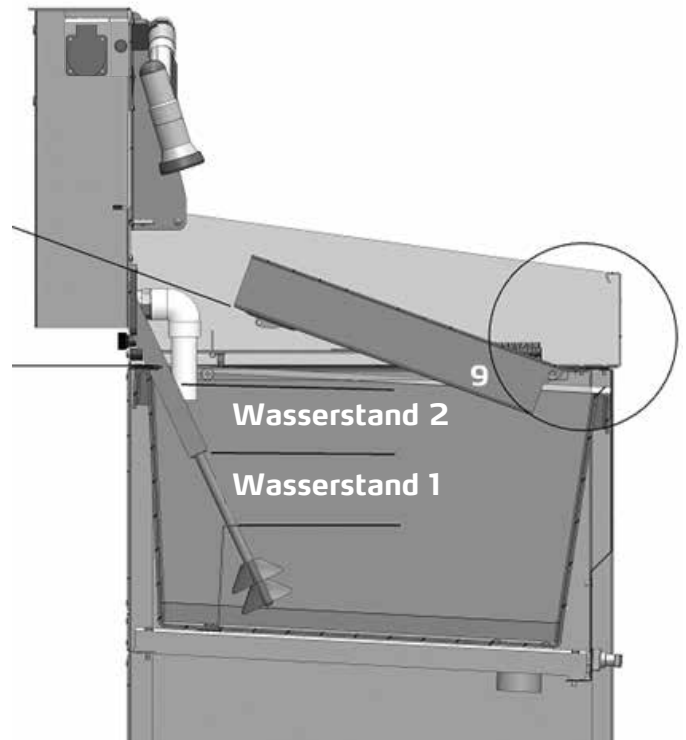

Abb. 4
- Reinigen der Walzen im Walzen-Vorwaschbecken (Lieferumfang im ColorFree TOP Set) (9) Abb. 4
Bevor das Waschwasser dann im weiteren Betrieb aufbereitet werden kann, muss ein Mindest-Wasserstand vorhanden sein (Wasserstand 1) Abb. 4.
Siehe Abbildung 4. Das Becken wird mit den Aufnahmeklappen (9) schräg, in einem Winkel von etwas 20° in auf die Aufnahmezapfen aufgesteckt.